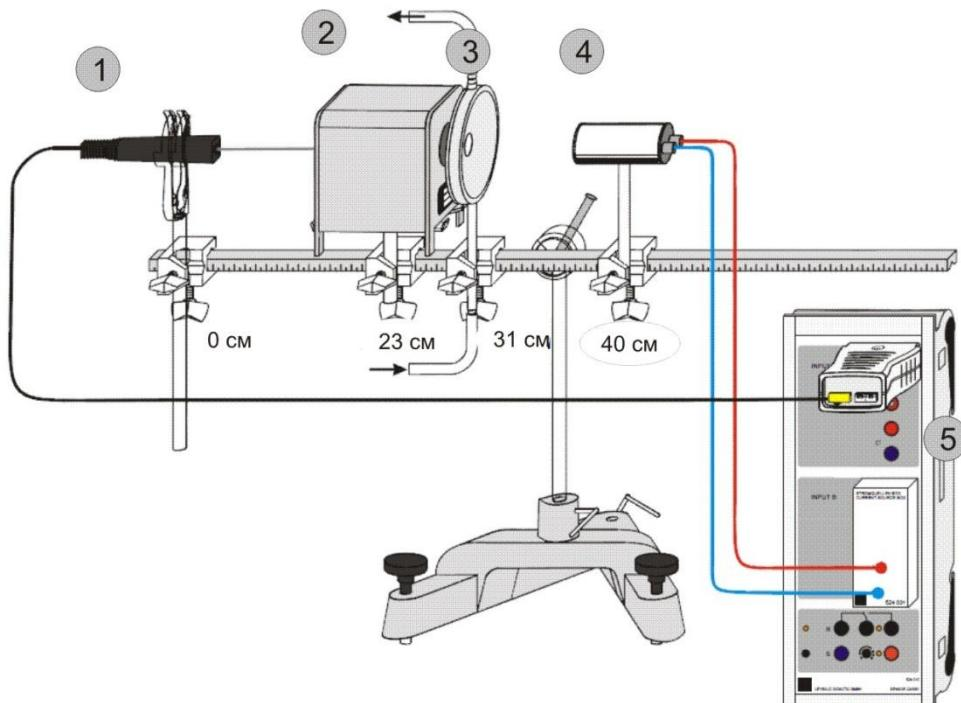
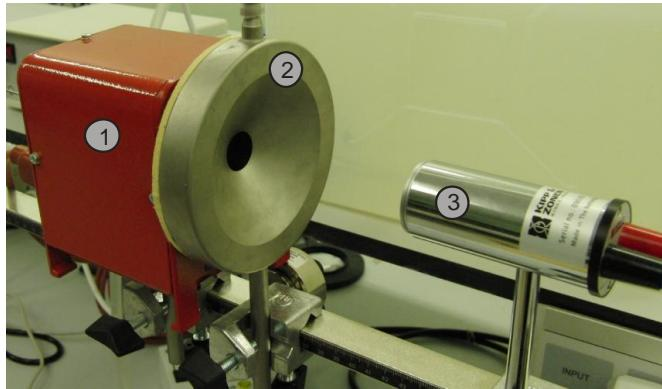

Рис.1. Внешний вид экспериментальной установки
Рис.2 Общий вид печки (1), теплового экрана (2) и приемника излучения (3).
В данной экспериментальной установке тепловое излучение испускается нагретым до температуры  $T$  черным цилиндром, находящимся в печке 2 рис.1. Излучение регистрируется приемником 4, температура которого близка к комнатной ( $T_0$ ). Внутри приемника расположена площадка, которая, поглощая падающее на нее излучение, нагревается.
### Оптические элементы и аппаратура (рис.1):
Проверьте комплектность и правильность расположения элементов экспериментальной установки, внешний вид которой показан на рис.1 (расстояния отсчитываются по левым краям держателей).
Проверьте правильность подключения NiCr-Ni термопары 1 ко входу “Input A” и датчика теплового излучения 4 ко входу “Input B” блока сопряжения с PC «SENSOR-CASSY 2» (5 на рис.1).
На рис.2 показан общий вид печки 1, в которой нагревается полый цилиндр до температуры около  $400^{\circ}\text{C}$ .
*В первом окне “Temperature”* выводятся мгновенные значения с датчика температуры - термопары 1 (рис.1) – температура излучающего черного тела в градусах Цельсия ( $\theta_{A11}$ ). В качестве термопары используется сплав двух проводников: Ni и Ni-Cr. Один спай термопары вводится внутрь печи и касается нагреваемого черного цилиндра. Второй спай находится внутри ручки при постоянной температуре. Показания термопары также заносятся в таблицу, расположенную под всплывающими окнами. По умолчанию используются следующие установки датчика температуры:
*Во втором окне* представлены мгновенные значения  $U_{B1}$  с датчика излучения (4 на рис.1 и 3 на рис.2). Излучение, падающее на окно приемника, поглощается черной площадкой и вызывает её нагрев. К площадке припаян один конец термопары, а её второй конец находится при комнатной температуре. При повышении температуры площадки возникает эдс  $U_{B1}$ , которая фиксируется датчиком. Поскольку нагрев площадки пропорционален поглощенной мощности, то величина  $U_{B1}$  будет пропорциональна мощности падающего излучения. Эта величина (в мВ) выводится на дисплей и заносится в таблицу, расположенную под всплывающими окнами. По умолчанию используются следующие установки датчика излучения: